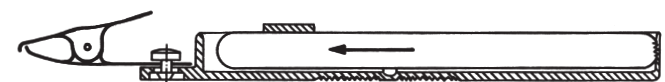

Fig. 2.2
- Introducir a tope en la parte superior del portatubito, en la dirección de la flecha, la mitad del tubito con la capa indicadora, fijándola a presión en la parte inferior del mismo. Desplazar ahora el tubito hacia abajo, hasta que el borde del lado abierto descanse sobre la parte inferior del portatubito (Fig. 2.2). Durante el tiempo de la fase de medida el tubito se fija al traje de la persona a la cual se confía el proceso de medición. El tiempo total de medición es de 8 horas. Son también posibles tiempos más cortos. Se registrará asimismo en la superficie de anotaciones el fin de la fase de medida (tiempo horario), permitiendo obtener de la diferencia entre ambos tiempos la duración de la medición.